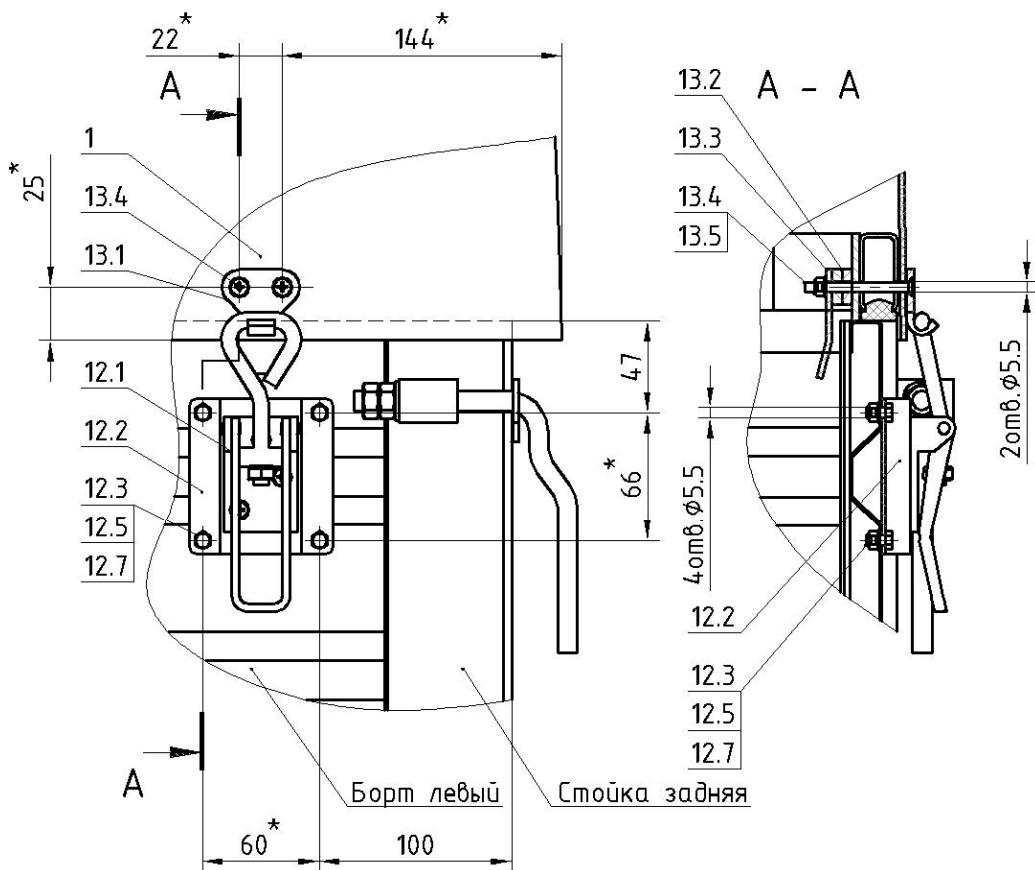

Рисунок 3.
17. Просверлить отверстия $\varnothing 5\text{мм}$ под замки 12, используя подставку замка 12.2 как шаблон, на расстоянии 100мм от задней стойки и 47мм от верхнего края борта (рис. 3).
22. Установить в соответствующем порядке (рис. 3, сечение А-А) винты 13.4, крючок 13.1, проставочные пластины 13.2 и ловушку 13.3.